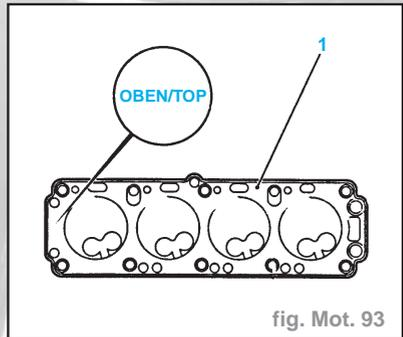

fig. Mot. 93
- Placer un joint de culasse neuf (1) avec l'identification "OBEN/TOP" vers le haut et côté distribution du moteur (fig. Mot. 93).